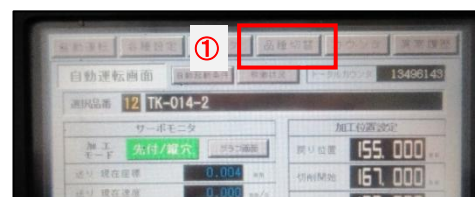

図 5
タッチパネルの「品番切替」画面にて品番の切り替えを実施する(図 5-①)